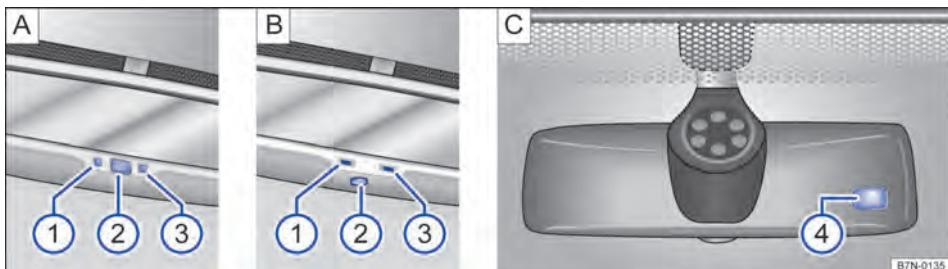

Fig. 89 No para-brisa: espelho retrovisor interno com antifuscante automático.
Legenda para Fig. 89:
- Um sensor apontando para o interior do veículo, que mede a incidência de luz desde atrás ③ A ou B.
- Um sensor no lado que indica para o para-brisa, que mede a incidência de luz pela frente ⇒ Fig. 89 C ④.